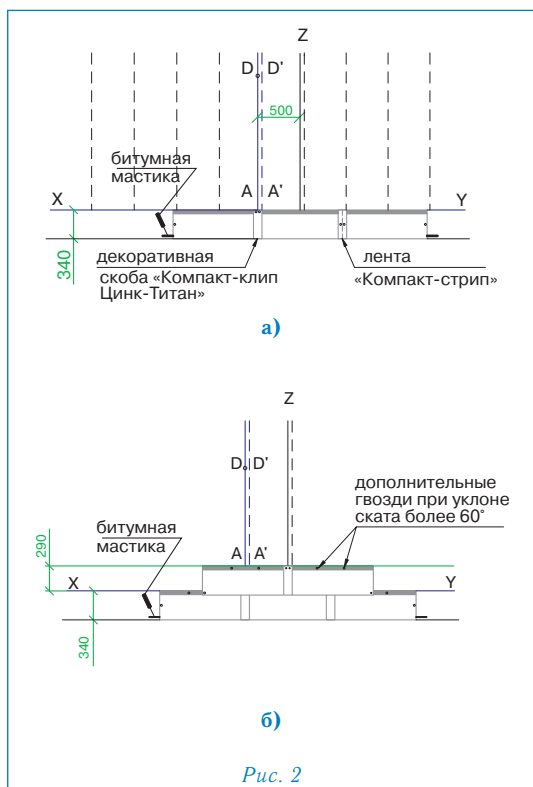

Рис. 2
### Укладка материала (рис. 2)
- укладка черепицы начинается от линии AD, при этом ее верхний край выравнивается по линии XY (рис. 2а);
- листы первого ряда укладываются встык и фиксируются двумя гвоздями по центру коротких сторон на расстоянии 2 см от края (рис. 2а);
- правая сторона скобы «Компакт-клип Цинк-Титан» выравнивается по линии A'D' и фиксируется двумя гвоздями через специальные отверстия (рис. 2а);
- листы второго ряда черепицы укладываются от линии Z, их нижний край выравнивается по линии, параллельной XY; каждый лист фиксируется двумя гвоздями в 2,5 см от нижней стороны; стыки закрываются декоративными скобами «Компакт-клип Цинк-Титан», которые также фиксируются двумя гвоздями (рис. 2б);
Каждый лист ПРЕСТИЖ КОМПАКТ ЦИНК-ТИТАН закрепляется четырьмя гвоздями, в соответствии с рекомендациями, приведенными выше (рис. 2б).
При укладке материала на скатах с уклоном более 60° каждый лист дополнительно фиксируется двумя гвоздями в верхней части (рис. 2б).